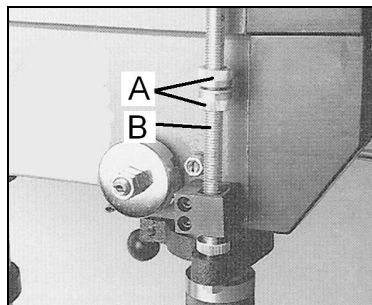

Fig 9
Stellen Sie die Stellmutter (A, Fig. 9) des Tiefenanschlags (B) an die Anschlagbacke.